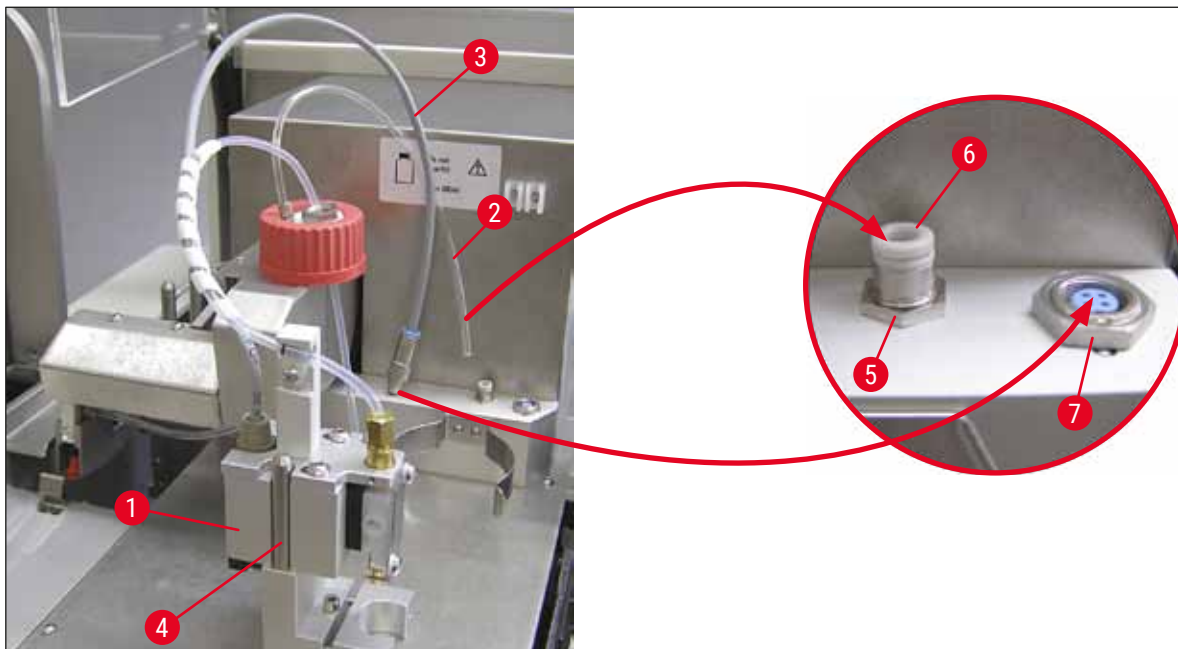

Fig. 11
2. Insira o distribuidor (→ Fig. 11-1) no suporte (→ Fig. 11-4) para a posição de escorva (→ Fig. 11).